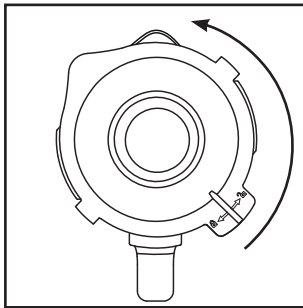
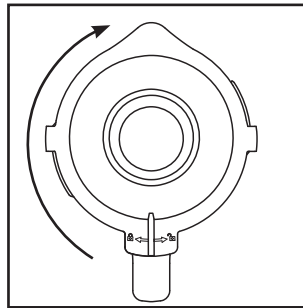

Fig. 1
Fig. 2
- 1) Gire el vaso ❸ en sentido antihorario hasta que la flecha ▼ situada bajo el asa del vaso quede sobre la posición . Retire el vaso ❸ del bloque motor ❹ en posición recta hacia arriba.
- 2) Retire la tapa ❷; para ello, gírela en sentido antihorario hacia la posición  (consulte la fig. 1) hasta que pueda extraerse hacia arriba.
- 3) Llene el vaso ❸. Para ello, no supere nunca la marca MAX.
- 4) Vuelva a presionar firmemente la tapa ❷ sobre el vaso ❸ en su posición desplazada. Para cerrar la tapa ❷, gírela en sentido horario hacia la posición  hasta que encastre audiblemente (consulte la fig. 2). Asegúrese de que la boca del vaso ❸ quede cerrada. Solo podrá activarse el motor si la tapa ❷ está bien colocada.